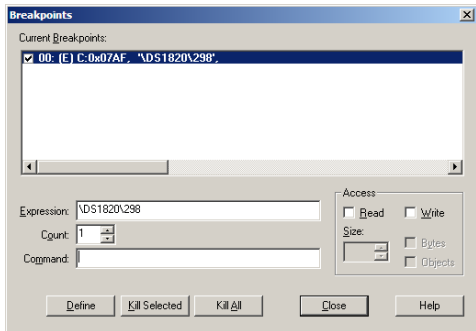

图 22-7 “Breakpoints”对话框
- (1) 首先双击源代码的某一行，设置一个断点。
- (2) 选择“Debug”→“Start/Stop Debug Session”命令，进入程序仿真调试环境。
- (3) 选择“Debug”→“Breakpoints”命令，打开“Breakpoints”对话框，如图 22-7 所示。